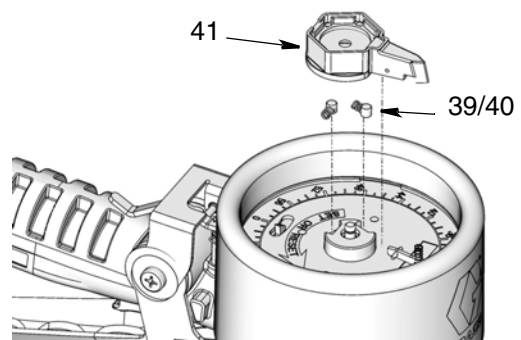

FIG. 34
4. Placer l'indicateur-aiguille (41), les ressorts (39) et les goupilles (40) comme montré sur la FIG. 34.